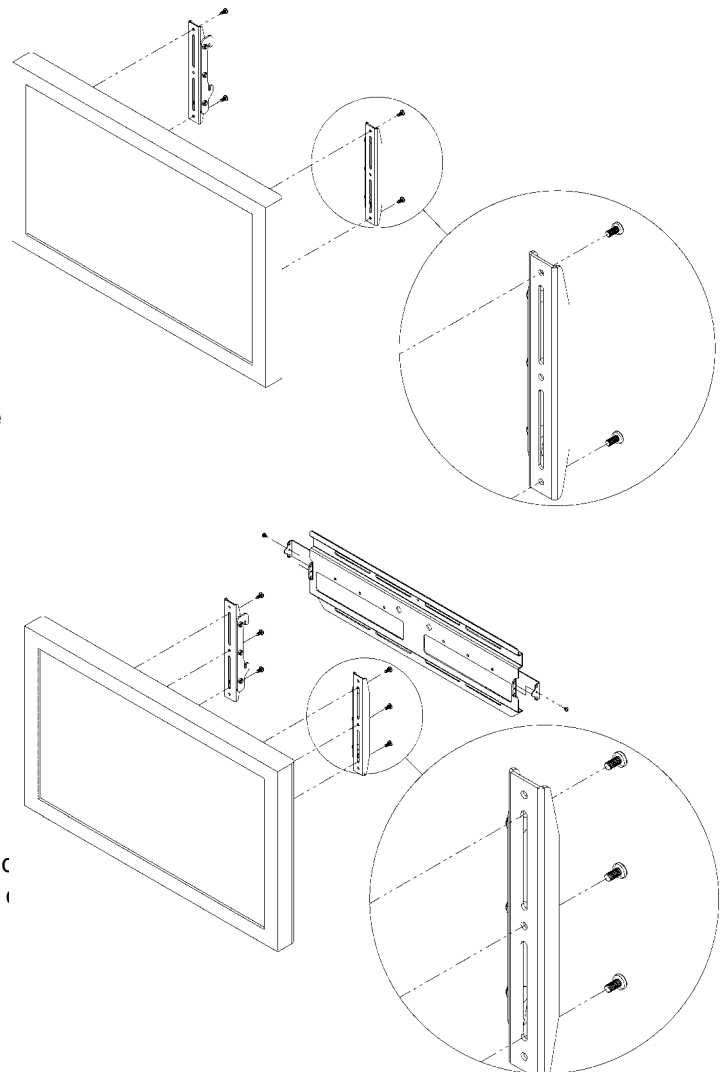

Figura 2. Instale os suportes no monitor
1. Coloque os suportes de interface (20 e 30) na parte c atrás do monitor, alinhando os furos com os encaixes base. Consulte as figura 2.
2. Prenda os conjuntos de suporte de interface esquerdo e direito (20 e 30) no monitor, usando os parafusos (40).